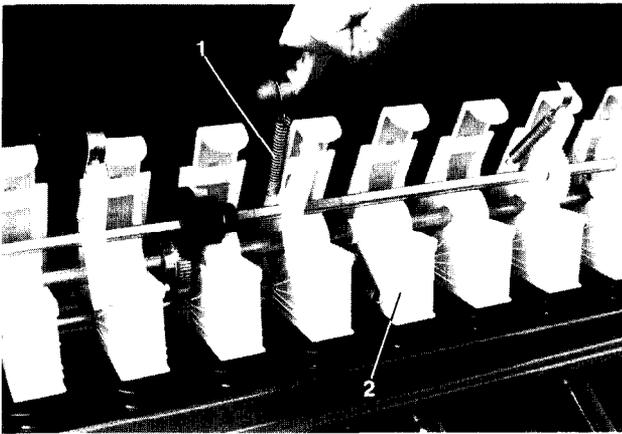

Fig. 102
- Die Vorgelegewelle der Säräd-Fahrgassenschaltung (falls vorhanden) wird nach dem Lösen der Zugfedern (Fig. 102/1) mit den Schwenklagern heruntergeklappt.
- Die Drucklager (Fig. 102/2) nach dem Entspannen der Zugfedern abnehmen.